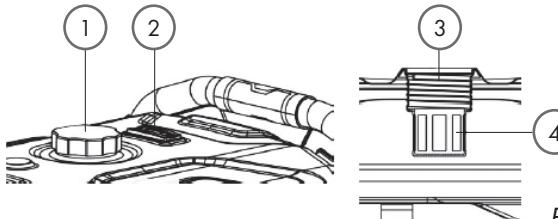

Рис.10
- Проверить показания индикатора уровня топлива (2) (рис. 10).
- Если уровень топлива низкий, снять крышку топливного бака (1).
- Проверить сетчатый фильтр (4). Если сетчатый фильтр загрязнен, очистить его (см. пункт «Очистка крышки топливного бака и сетчатого фильтра» в разделе «Техническое обслуживание»).
- После заправки топливом установить крышку топливного бака (1).
- **Запрещается заправлять топливный бак выше линии заполнения (3)(см. рис. 10).**